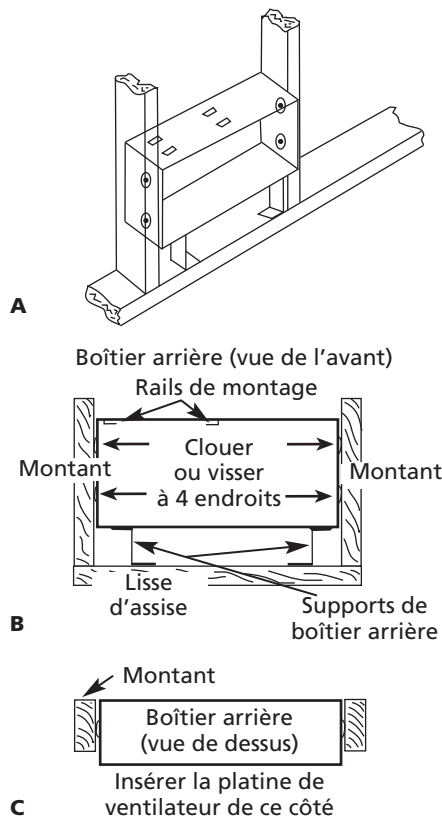
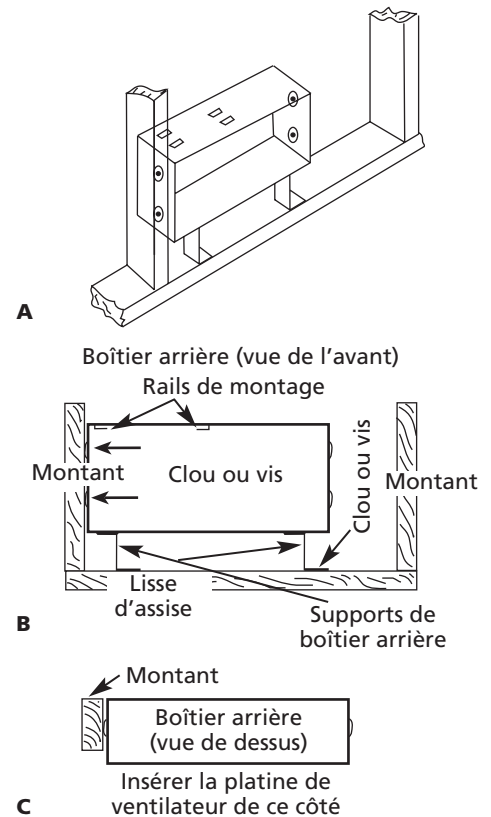

Figure 2
Figure 3
3. L'alimentation électrique doit entrer par l'alvéole défonçable située sur le côté GAUCHE du boîtier. Ne pas utiliser les alvéoles défonçables du côté droit du boîtier arrière (voir Figure 2). Voir également la marque « TOP » (dessus) située à l'arrière du boîtier pour respecter l'orientation correcte.
Les radiateurs sont conçus pour une installation encastree dans des montants de murs standard 50 mm x 100 mm (2 po x 4 po) ou plus gros avec le boîtier arrière montée comme indiqué à la Figure 2 ou à la Figure 3.
(Se reporter à la Figure 2)
(Se reporter à la Figure 3)
**REMARQUE :** La Figure 3 illustre un boîtier arrière installé avec un montant adjacent sur la gauche. Pour un boîtier arrière installé avec un montant adjacent sur la droite, inverser les instructions ci-dessous.